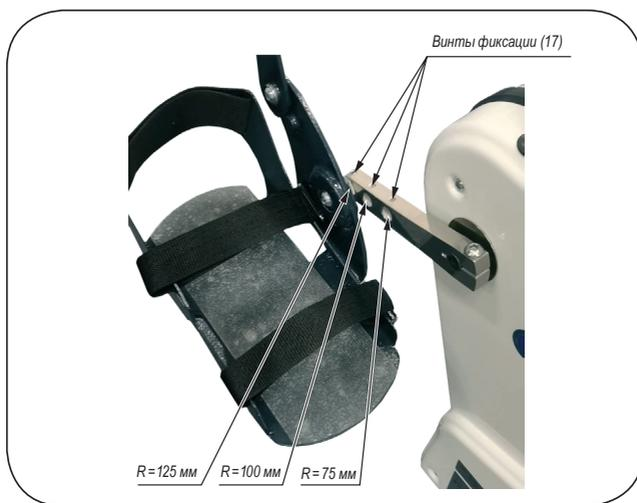

Рисунок 4 – Настройка радиуса вращения педалей.
6.4.1. Перед тренировкой произведите настройку радиуса вращения педалей (см. рис. 4).